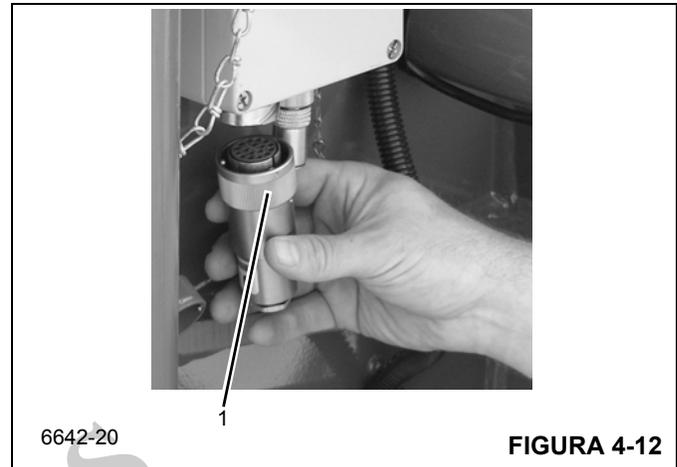

FIGURA 4-12
- b. Instalar o plugue falso (1, Figura 4-12) na caixa de ligação.